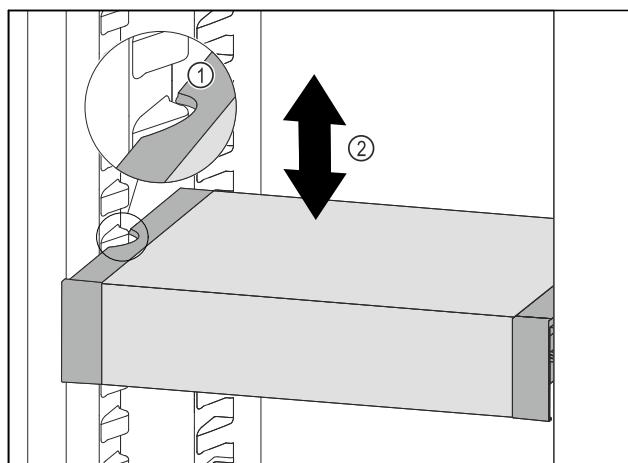

Fig. 106
► Trageți în față VarioSafe, până când degajările laterale ale VarioSafe se află la înălțimea nervurii recipientului din frigider. Fig. 106 (1)
► Mișcați în sus sau în jos VarioSafe în frigider, până când este atinsă înălțimea dorită. Fig. 106 (2)